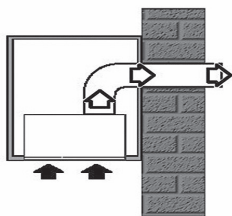

Rys. 3
2. Przyłożyć urządzenie do dolnej płyty wiszącej szafki mebli kuchennych. Skontrolować zgodnie z Rys. 3 minimalną, wymaganą wysokość montażową urządzenia (650 mm dla elektrycznych i 750 mm dla gazowych płyt grzewczych).